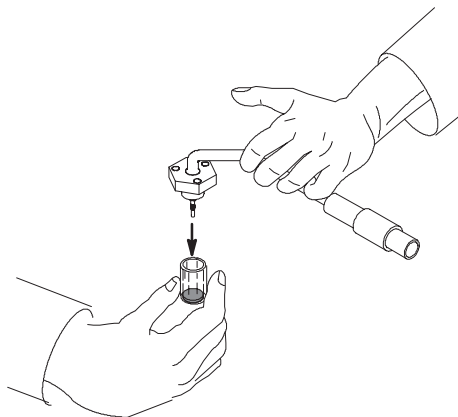

図 5 ビーズのキャップの取り外し
- 4 ケーブルの側（図 5）からキャップを押して取りはずし、新しいビーズのキャップを外します。キャップの側面にビーズがぶつからないことを確認します。